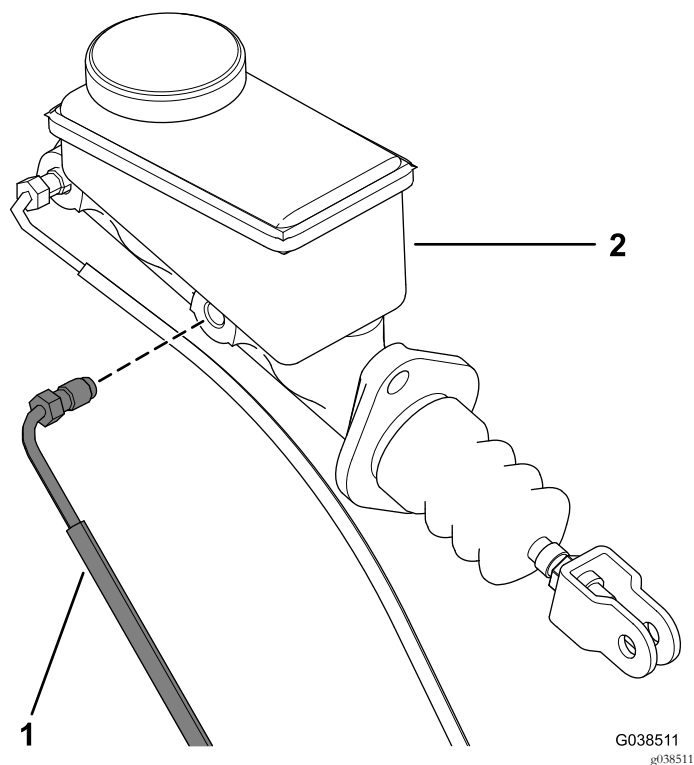

Рисунок 5
- Снимите шланг переднего тормоза с главного цилиндра (Рисунок 5).
1. Установите шланг переднего тормоза на главный цилиндр (Рисунок 5).